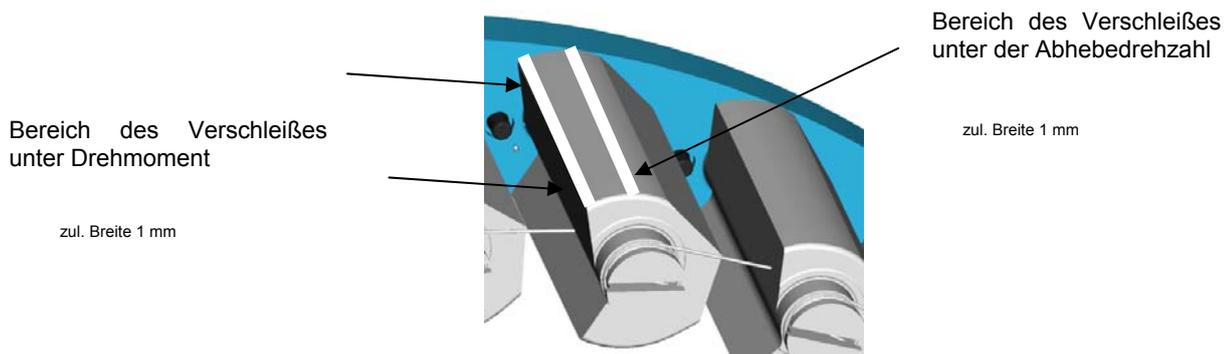

Abbildung 7: Verschleißzonen
- Außenring (1) und Innenring (2) mit Käfig (8) mit einem Industriereiniger auf Petroleumbasis vorreinigen und mit einem Reiniger auf Acetonbasis entfetten
- Breite der Verschleißfacette auf den Klemmkörpern max. 1 mm (siehe Abbildung 7)